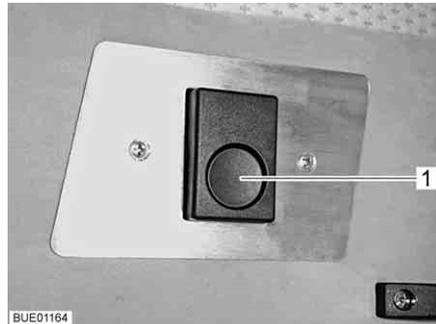

Bild 74 Entriegelung
- Entriegelungsknopf (Bild 74,1) drücken. Die Verriegelung ist gelöst.